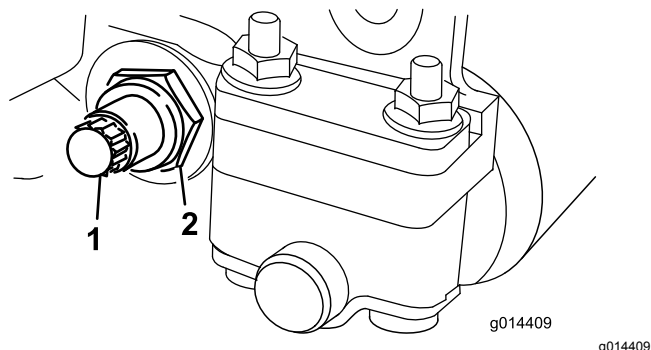

Рисунок 19
3. С каждой стороны машины ослабьте контргайку крепления болта планки неподвижного ножа (Рисунок 19).
4. Выверните все болты планки неподвижного ножа, чтобы отвести планку вниз и снять ее с болта машины (Рисунок 19).